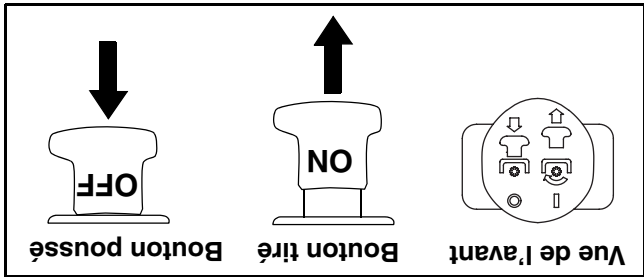

Figure 11
- Tirez sur le bouton de la prise de force pour l'embrayer. Voir la Figure 11.